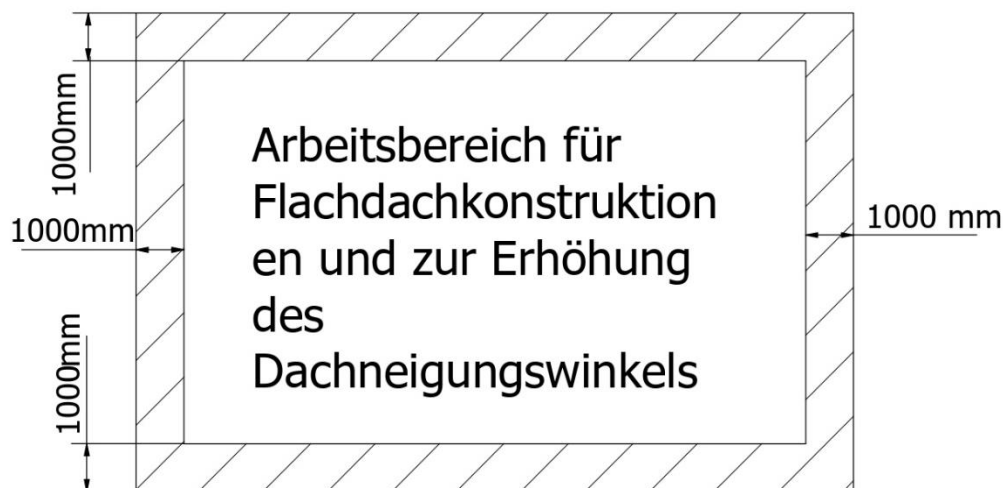

Abb. 1. Sicherheitszone auf dem Dach
1. Ordnen Sie die Module so an, dass Schatten auf den Modulen minimiert oder ausgeschlossen ist. Beachten Sie, dass auch der Schatten einer Antenne eines Kamins die Energieertrag der Module einschränken kann. Beachten Sie bei der Installation des Systems im Sommer, dass der Schattenwurf von Bäumen und Nachbargebäuden im Winter viel weiter reicht. Man sollte auch daran denken, eine Sicherheitszone auf dem Dach einzuhalten – Abb. 1.